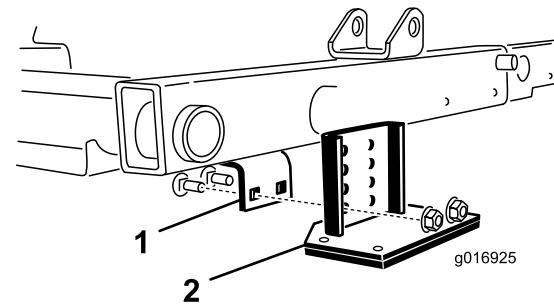

Figura 38
2. Localice el soporte del bastidor encima de la unidad de corte central (Figura 38).
3. Presione hacia abajo sobre el rodillo delantero de la unidad de corte central, y determine qué taladros del soporte basculante quedan alineados con los taladros del soporte del bastidor para obtener el mismo contacto del rodillo al instalarse el soporte basculante (Figura 38).
4. Baje las unidades de corte y Monte el soporte basculante en el bastidor con los 2 pernos de cuello cuadrado y las 2 tuercas suministrados con el kit (Figura 38).